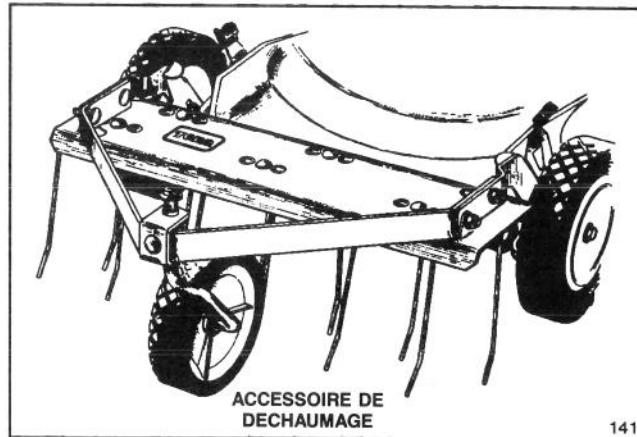

Figure 34
**2. Déchaumeur (modèle 59131)**—S'installe en quelques minutes à l'avant de la tondeuse afin de faciliter les manœuvres. Des fourches à ressort désagrègent le chaume afin de permettre une bonne aspiration dans le sac à herbe (figure 34) et donc un enlèvement pratique.